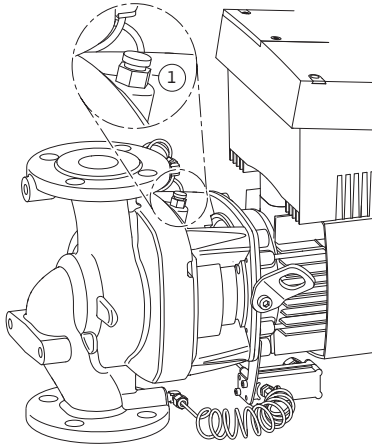

Fig. 46: válvula de ventilación
6. Despresurice la bomba abriendo la válvula de ventilación (Fig. 46, pos. 1).